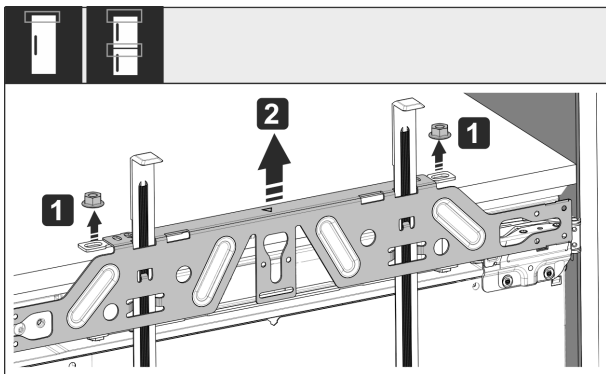

Fig. 52
- ▶ Ослабте контргайки Fig. 52 (1).
- ▶ Зніміть кріпильну поперечку Fig. 52 (2).